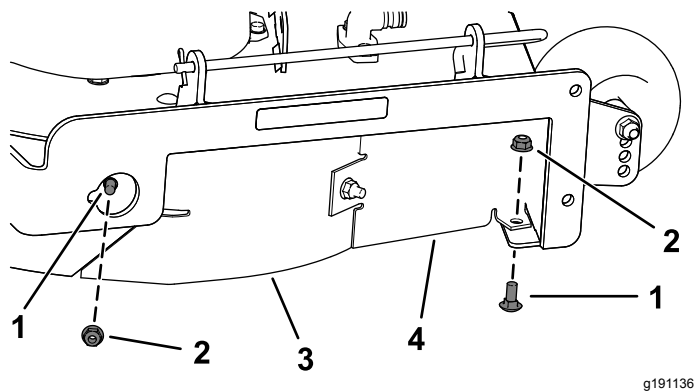

Figura 32
7. Rimuovete i 2 bulloni a testa tonda (5/16" x 3/4") e i 2 dadi di bloccaggio (5/16") che fissano il deflettore destro e la protezione del deflettore assemblati sul piatto di taglio (Figura 32).